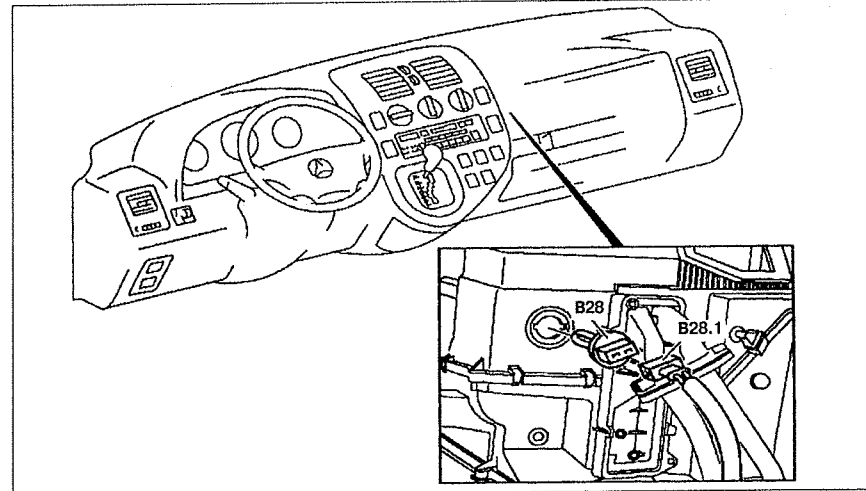

Рис. 10.16. Датчик температуры выходящего воздуха: **B28.1**. Разъем проводки, **B28**. Датчик температуры выходящего воздуха.
1. Извлеките выключатель **S95** (см.рис.10.16).